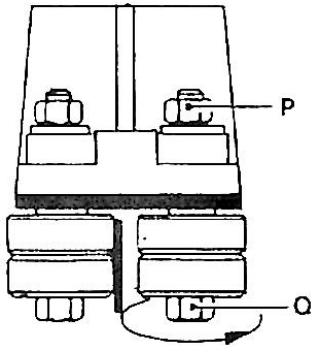

Abb.: 5 Abb.: 6
- Mit einem 10mm-Schlüssel die Sechskantmuttern P an den beiden Sägeblattföhrungen lösen auf der Außenseite der Klinge (Abb. 5).